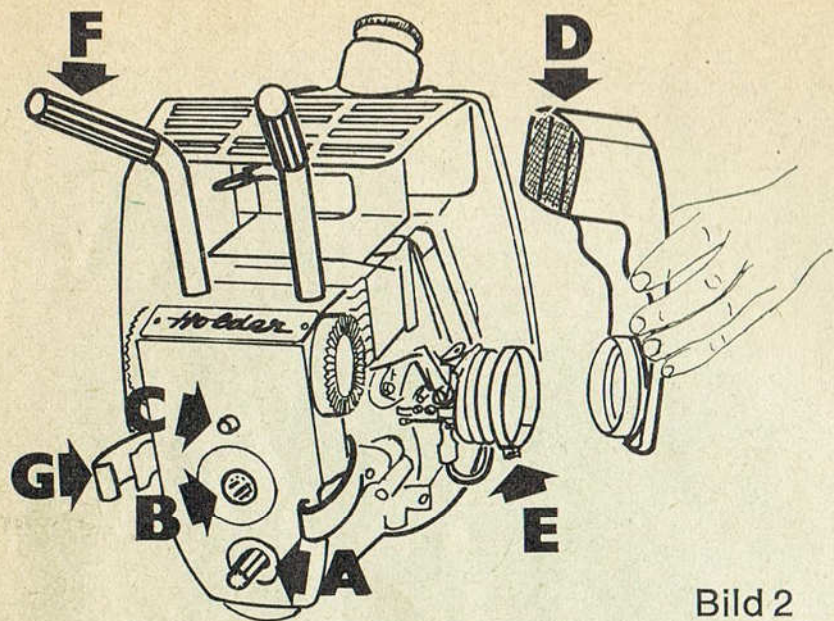

Bild 2
Das am Motor angeflanschte Getriebe besitzt zwei Antriebsmöglichkeiten mit verschiedenen Drehzahlen für die Anbaugeräte. Die Drehzahlen A mit 4500 U/min und B mit 1000 U/min (Abb. 2) sind auf die Zusatz-Geräte abgestimmt.
**Luftfilter:** Die Leistung und Lebensdauer des Motors hängt wesentlich von Reinheit der Luft ab, welche über das Filter D (Abb. 2) angesaugt wird. Halten Sie deshalb das Filter in sauberem Zustand, siehe „Wartung - Luftfilter“.
**Vorbereitung zum Starten:** Starten Sie bitte den Motor erst, wenn der Antriebsblock am Gerät angebaut ist. Beim Aufsetzen des Antriebsblockes müssen die Spannhebel F (Abb. 2) zum Gerät zeigen. Liegt der Antriebsblock am Gerät an, drücken Sie mit dem Finger die Spannfeder G gegen das Getriebe und drehen gleichzeitig den Spannhebel F bis zum Anschlag in Richtung Motor. Sind beide Federn gespannt, so ist die Verbindung Antriebsblock—Gerät hergestellt.
**Wartung Luftfilter:** Schraube E (Abb. 2) am Schlauchband lösen. Filter D abnehmen und in Benzin auswaschen (schwenken). Trocknen lassen und in Motorenöl SAE 40 – 50 eintauchen. Herausnehmen und abtropfen lassen. Der an der Patrone haftene Ölfilm hält die Staubteile der Ansaugluft fest.